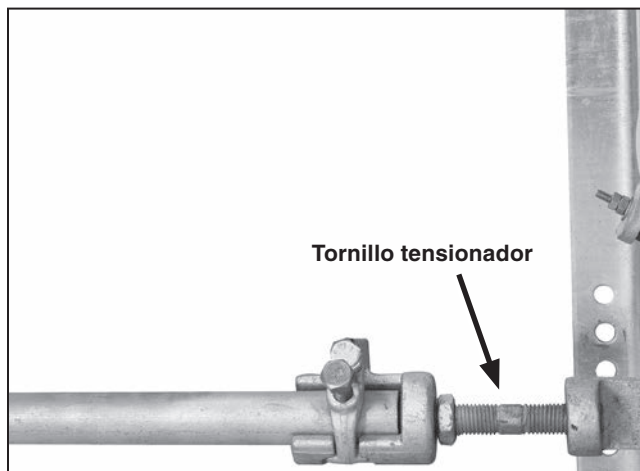

Figura 15. Tornillo tensionador del acoplamiento ajustable del tubo.
PASO 10. Apriete los tornillos tensionadores del acoplamiento ajustable del tubo para evitar todo el juego en el enlace de interfaz. Vea la Figura 15. Asegúrese que el mecanismo de palanca del interruptor permanezca contra sus topes cerrados.